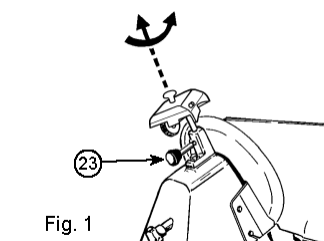
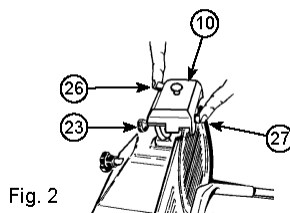
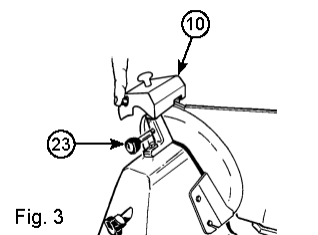

Fig. 1
Fig. 2
Fig. 3
- Vérifier que la cloison mobile est fermée (bouton gradué (6) en position "0").
- Desserrer le bouton de verrouillage (23) du groupe d'affûtage (10).
- Soulevez le groupe d'affûtage (10) en le tournant de 180° de façon à ce que les deux roues soient en position de travail. Voir Fig. 1.
- Abaissez le groupe d'affûtage (10) jusqu'à ce qu'il se bloque.
- Bloquer le groupe en tournant le bouton de verrouillage (23). Voir Fig. 2.
- Appuyez sur le bouton (26) et laissez la lame tourner pendant environ 1 minute.
- Après avoir vérifié la présence de bavures, allumez (5) et appuyez doucement sur le bouton (27) pendant environ 3 secondes pour éliminer les bavures produites pendant l'affûtage. Remettre le bouton gradué (6) en position "0".
- Après l'affûtage, remettez le groupe d'affûtage (10) dans sa position d'origine, voir Fig. 3 et nettoyez le bord de la lame et les roues avec de l'alcool.